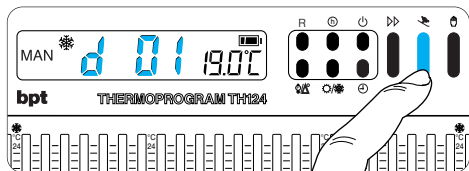

Fig. 31
**9.5** - Premere due volte il pulsante  (fig. 31). Sul display, al posto dell'indicazione dell'ora corrente, compare la scritta d01.